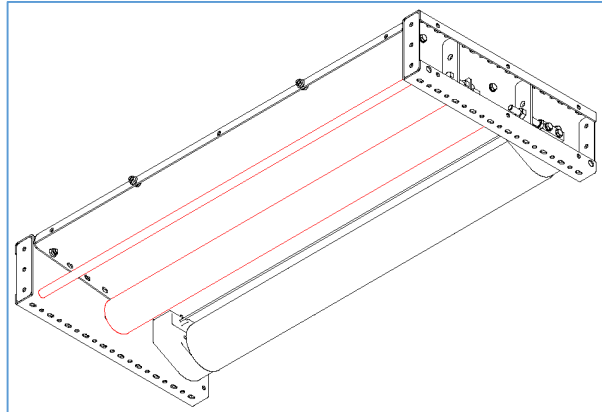

Figura 32 – Rimozione del rullo di ritorno e della barra di collegamento
6. Rimuovere il rullo di ritorno (D2) e la barra di connessione del modulo di rinvio (vedere gli elementi in rosso in Figura 32).